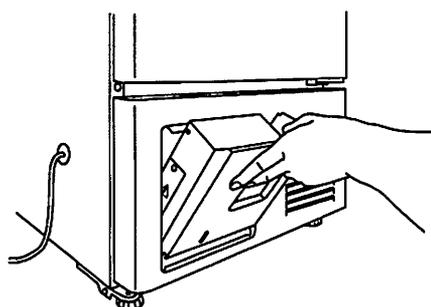

図12
3. 記録計の感温部をフレーム左側面の感温部取出口から外に出し、記録計取付金具をフレーム前面下のパネル左側に取付けます。(図12)